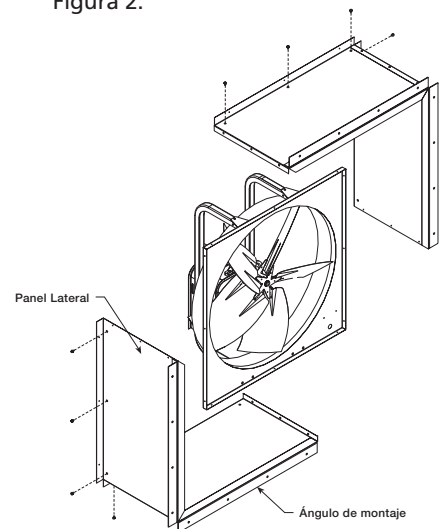

Figura 2 — Ensamble de Collar de Pared
1. Sujete los (2) paneles laterales con los tornillos de plancha de 5/8" de largo que se proporcionan. Consulte la Figura 2.